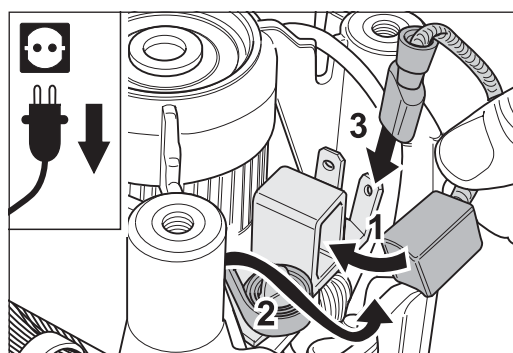

Fig. 43 Colocar la nueva escobilla (1), volver a girar la brida de sujeción de latón (2) y fijar el enchufe de conexión (3).
- 5 Introduzca la nueva escobilla de carbón y vuelva a dar la vuelta a la brida de sujeción de latón (Fig. 43).
- 6 Fije el cable de la escobilla de carbón al soporte previsto para ello. Coloque el cable de la escobilla de carbón igual que la montada anteriormente, para evitar una posterior opresión del cable (Fig. 43).